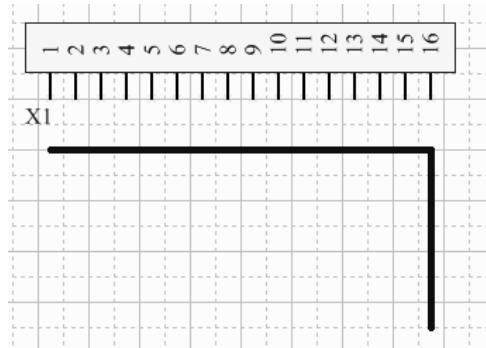

图 5-42 绘制总线
(3) 和绘制导线类似, 在需要绘制总线的元件附近进行单击即可绘制, 如图 5-42 所示。
值得注意的是, 和总线相连的元件管脚必须有网络标签, 所以总线与元件管脚之间要留有放置总线分支的间隙, 不用太靠近元件的管脚, 否则不方便对网络标签进行放置, 如图 5-42 所示。